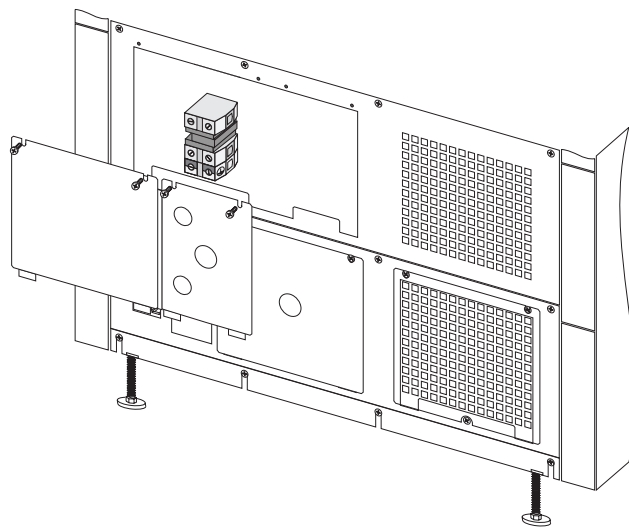

Рис. 4-6 Удаление панелей выходной проводной разводки
1. Смотри рис. 4-6. Удалите четыре винта, крепящих входные панели выходной проводной разводки в задней части комплекса силовой защиты. Удалите только винты, показанные на данном рисунке. Временно разместите винты и панели в стороне от шкафа.